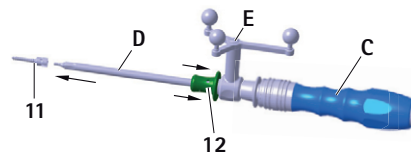

Fig. 9 Prendre la vis S⁴C à l'aide d'un tournevis S⁴C.
- Tirer la douille de préhension 12 sur le tournevis C S⁴ D et la maintenir, voir Fig. 9.